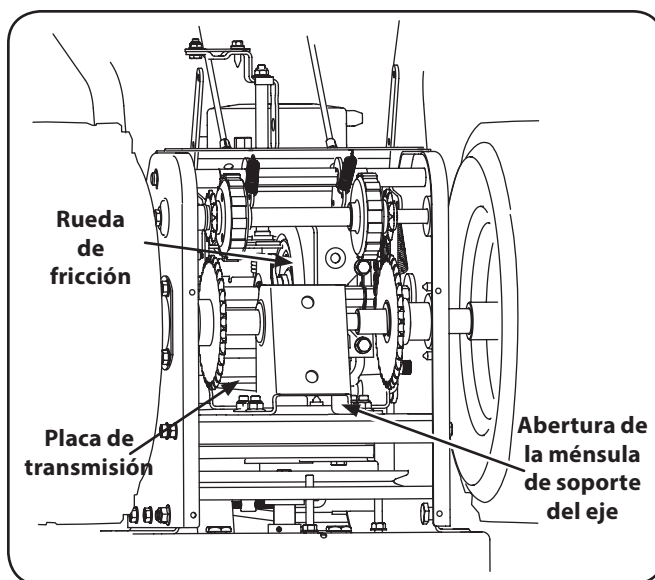

Figura 6-7
2. Ubique la abertura entre la ménsula de soporte del eje y el soporte del cuadro delantero (Vea la Figura 6-7). Mirando a través de esta abertura, tras soltar el control de la transmisión, debe existir una separación entre la rueda de fricción y la placa de la transmisión en todas las posiciones de la palanca de cambios.
3. Con el control de la transmisión engranado, la rueda de fricción debe hacer contacto con la placa de la transmisión. Consulte la Figura 6-7.